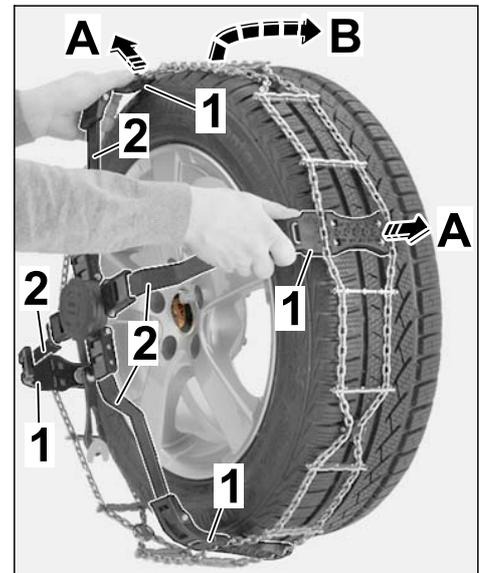

Figure 7
2.2.2 Ouvrir deux griffes en plastique voisines (⇒ Figure 7-A-) et les faire passer avec le filet de chaîne, conformément à ⇒ Figure 7, par le haut, le plus possible au-dessus de la roue arrière (⇒ Figure 7-B-).